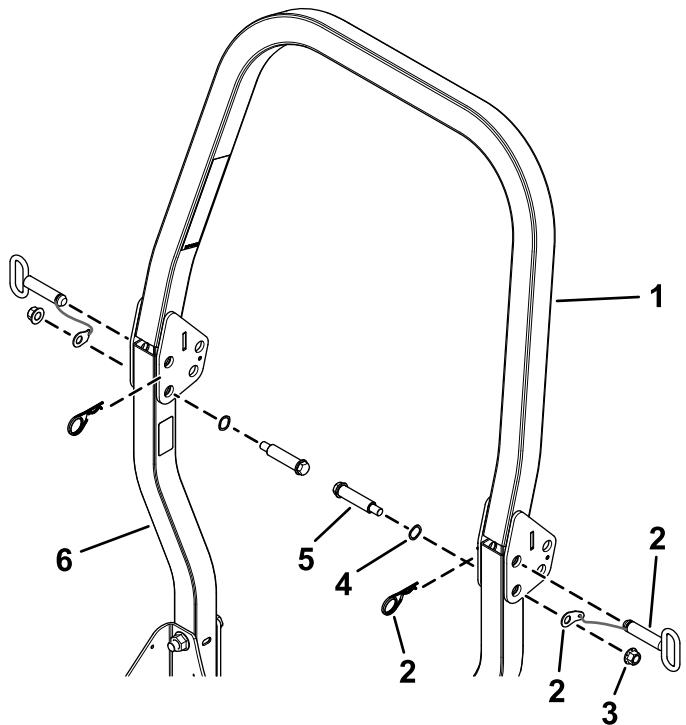

**Figura 2**
2. Prenda os dois amortecedores no conjunto da barra de segurança superior (Figura 2).